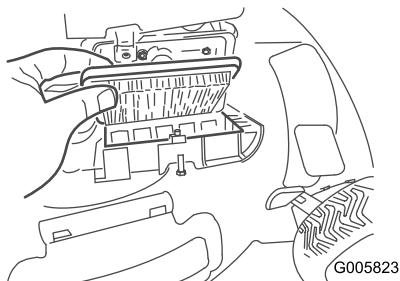

Figure 35
- Remplacez le filtre à air (Figure 35).